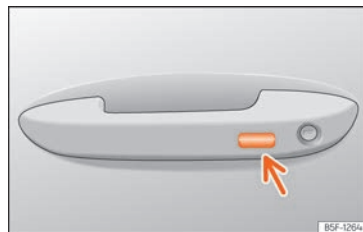

Fig. 102 Manecilla de la puerta: superficie sensora.
- **O BIEN** mediante el sistema Keyless Access (sólo cierre): Mantenga un dedo durante algunos segundos sobre la superficie sensora de bloqueo » » fig. 102 (flecha) de la manecilla de la puerta para que se cierren las ventanillas y el techo. Si deja de tocar la superficie sensora se interrumpe la función de cierre. »
• Mantenga un dedo durante algunos segundos sobre la superficie sensora de bloqueo »» fig. 102 (flecha) de la manecilla de la puerta para que se cierre el techo. Si deja de tocar la superficie sensora se interrumpe la función de cierre.